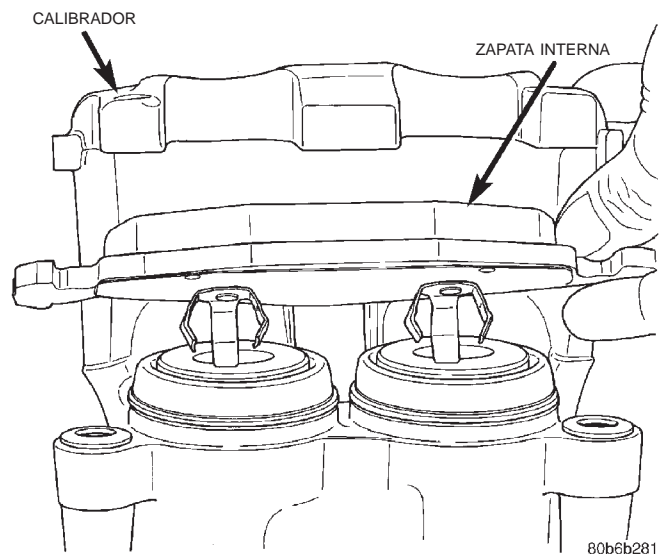

Fig. 26 Zapata de freno interna
- (8) Retire el calibrador del anclaje.
- (9) Retire la zapata de freno interna (Fig. 26).
- (1) Instale la zapata de freno interna (Fig. 26).
- (2) Lubrique los pasadores deslizables y los casquillos de pasadores deslizables con grasa Dow Corning® G807 o la grasa provista con el calibrador.
- (3) Instale el calibrador en el anclaje.
- (4) Instale los pasadores deslizables del calibrador y apriételos con una torsión de 29-41 N·m (21-30 lbs. pie).